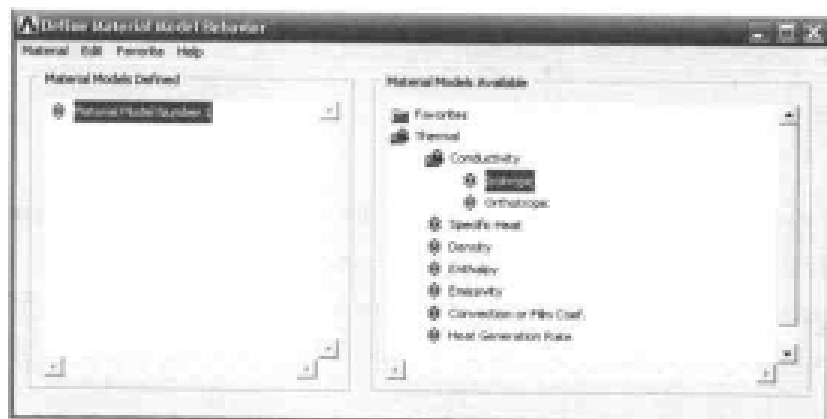
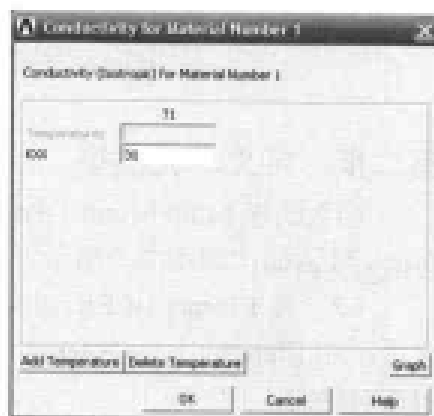

图 9-8 定义材料模型参数对话框
图 9-9 输入热导率对话框
(1) 选择 Main Menu | Preprocessor | Material Props | Material Models 命令, 出现 Define Material Model Behavior 对话框。
(2) 在 Material Models Available 列表框中依次双击 Thermal、Conductivity、Isotropic 选项, 如图 9-8 所示, 出现 Conductivity for Material Number 1 对话框, 在 KXX 文本框中输入圆柱体的导热系数 30, 如图 9-9 所示, 单击 OK 按钮关闭该对话框。